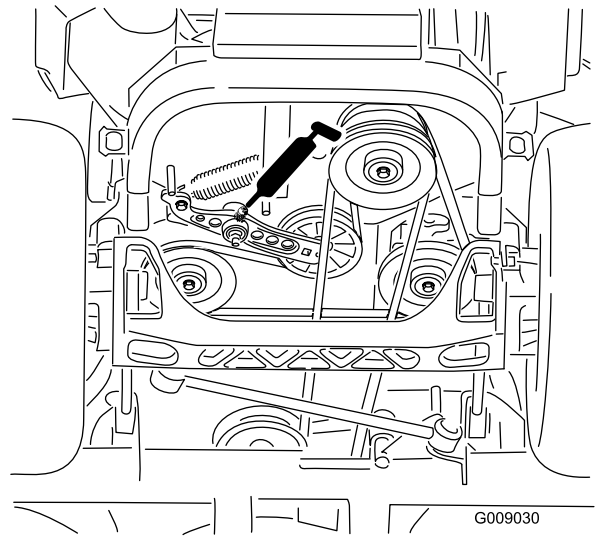

Figure 47
4. Graissez les bras de la poulie de tension de la courroie d'entraînement (Figure 47).